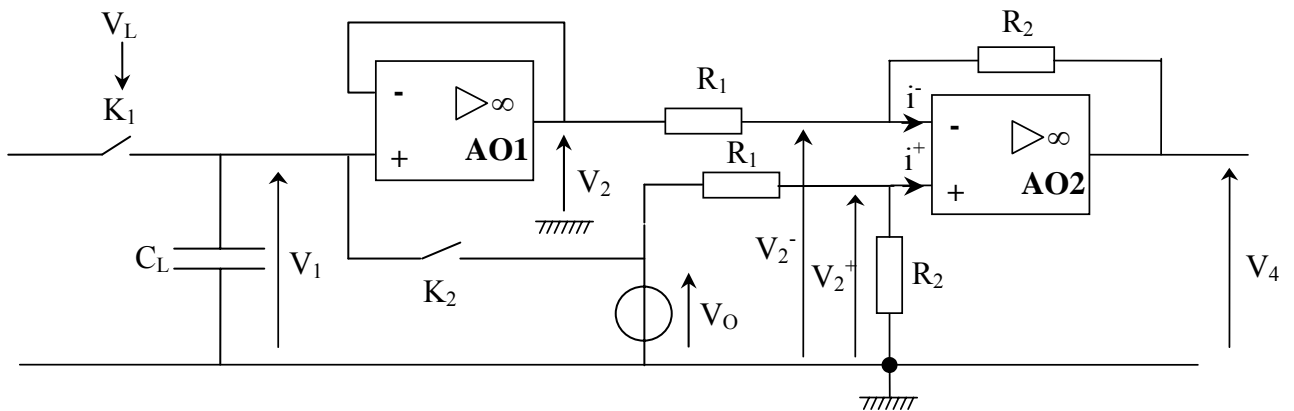

Figure 7
Pour la lecture du pixel numéro n de charge Q_n , après traitement de l'information du pixel précédent, le PC commande les opérations suivantes (*figure 7 page 7*) :
2.2. Amplification et inversion du signal – Suppression de l'offset (*figure 7 page 7*)